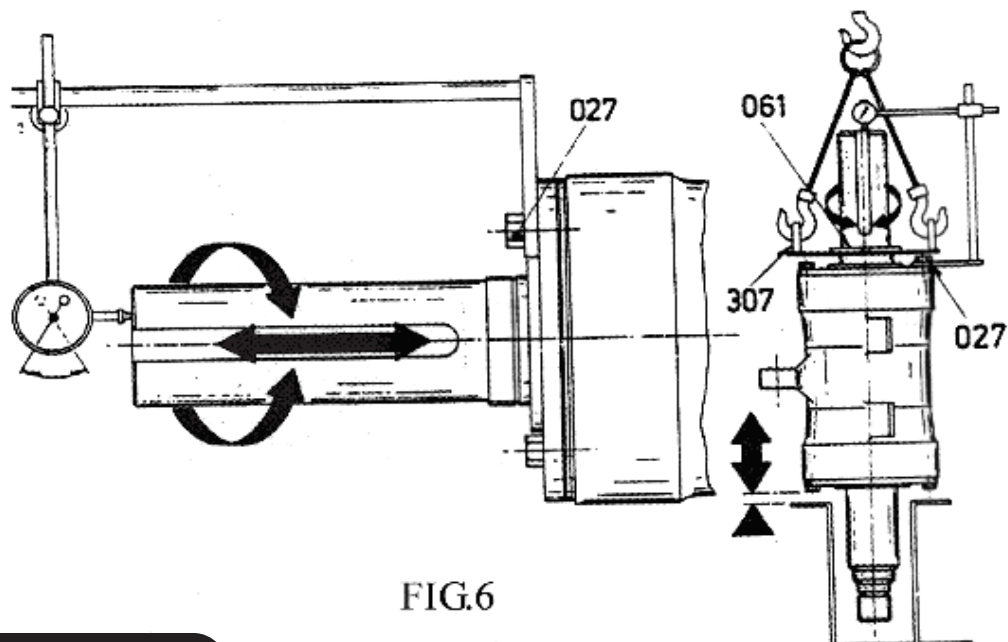

FIG.6
3. A ajuste aplaca de levantamento (307) (olhos para cima) à extremidade superior do eixo, aparafuse então a porca de travamento (061) temporariamente no eixo. Firme as extremidades de um cabo, suspenso de um guindaste, aos olhos na placa de levantamento (vide fig. 6).